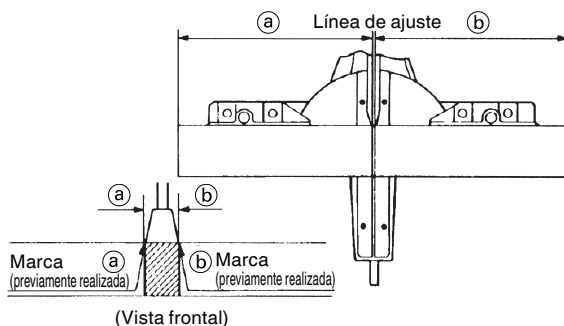

Fig. 25
- (1) Como se muestra en la Fig. 25, la anchura de la hoja de sierra es la de corte. Por lo tanto, deslice la pieza de trabajo hacia la derecha (vista desde la posición del operador) cuando desee la longitud (b), o hacia la izquierda cuando desee la longitud (a).